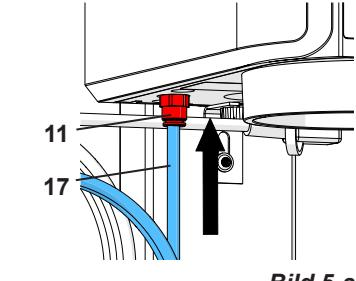

Bild 5-a
I tidigare apparater är ingångsfiltret (12) placerat utanför apparaten (bild 5-b). Tryck i så fall tryckluftsslängen (17) in i ingångsfiltret (12). Ett litet motstånd måste övervinnas märkbart. Använd ALDRIG apparaten utan ingångsfiltret!